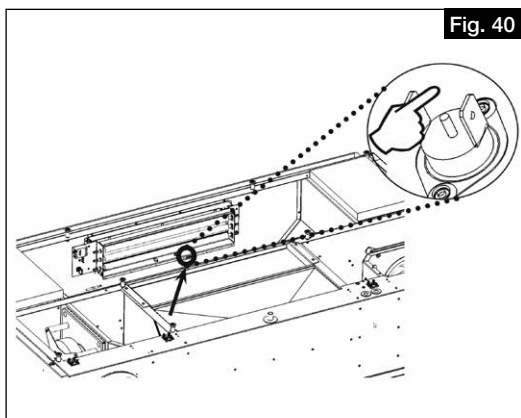

Fig. 40
1. Appuyer sur le bouton de réarmement pour le post-chauffage électrique (voir fig. 40).